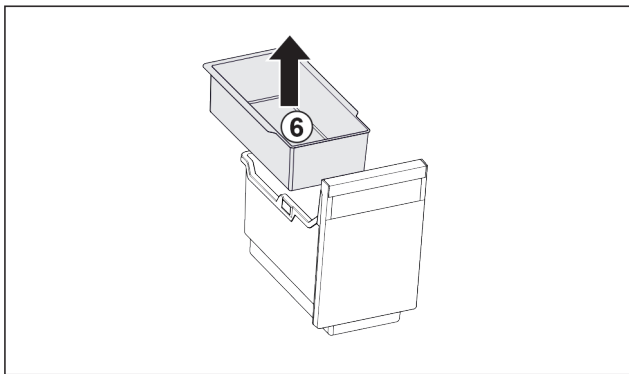

Fig. 81
- ▶ Extrageți tava suspendată Fig. 81 (6).